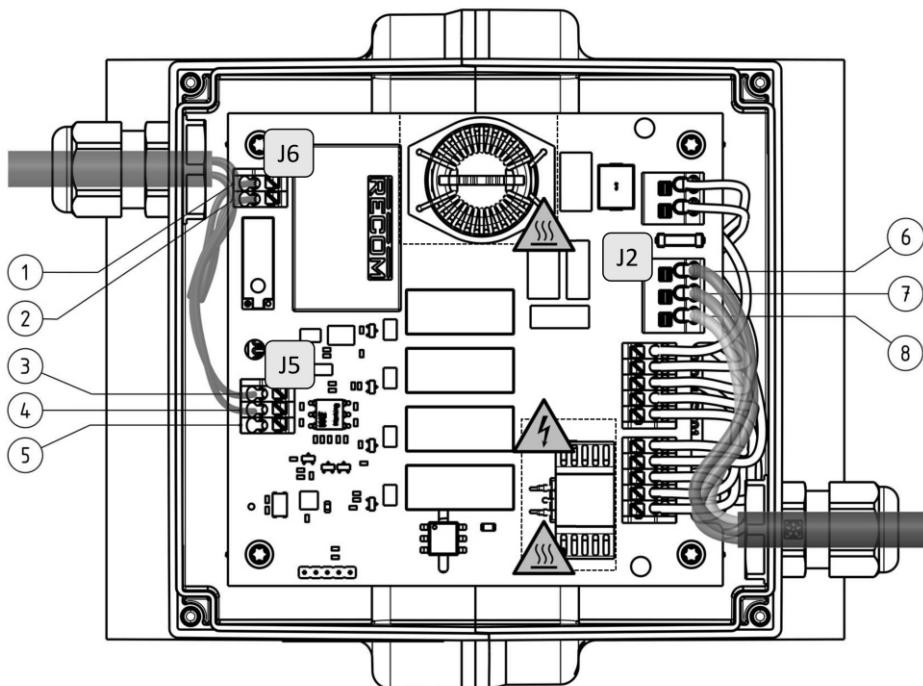

Figura 1: Scheda elettronica con linee di collegamento esemplari (sono possibili deviazioni nell'assemblaggio della scheda elettronica)
- Quando si fa passare il trefolo nella scatola dei collegamenti, assicurarsi che non tocchi i componenti elettronici. Sussiste il pericolo di danneggiamento dell'isolamento del trefolo dovuto alla temperatura! Vedere la figura 1
- Notare che l'isolamento del cavo termina direttamente dopo il pressacavo. Vedere la figura 1
2. Collegare il cavo di alimentazione al morsetto di collegamento tripolare J2 in dotazione (L, N, PE). A tale proposito, Fare riferimento alla Figura 1
3. Collegare il cavo comune per il segnale di comando e il relè di segnalazione guasti ai morsetti di collegamento J5 e J6. A tale proposito, Fare riferimento alla Figura 1